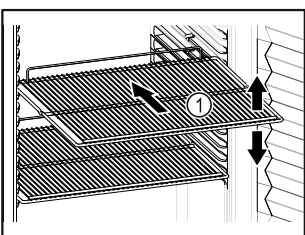

Fig. 82 Ενδεικτική απεικόνιση
- ❑ Εάν οι σχάρες Fig. 82 (1) είναι ρυθμιζόμενες, προσαρμόστε τα ανάλογα με το ύψος.